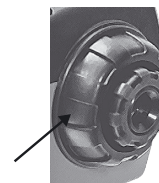

Abb. 11
- Richten Sie das Nivelliergerät auf die Messlatte B aus und entfernen Sie den Okulardeckel (Abb. 11).